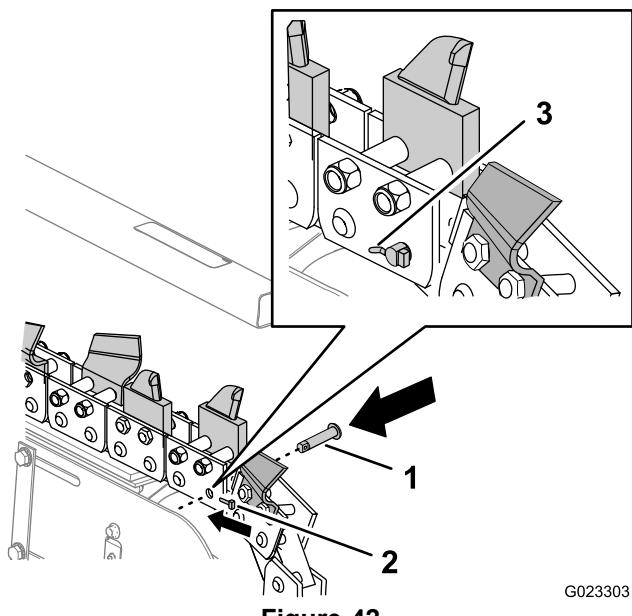

Figure 42
- Faites tourner la chaîne d'excavation jusqu'à ce que la goupille principale soit au sommet de la poulie de tension de l'élinde (Figure 42).
4. Redressez ou coupez le bout de la goupille de sécurité et retirez la goupille (Figure 42).
5. Retirez la goupille principale et son galet (Figure 42).
- 4. Alignez le trou d'un galet de maillon sur les trous des plaques intérieures au bout de la chaîne (Figure 42).
- 5. Alignez les trous dans les plaques intérieures et le galet de la chaîne sur les trous dans les plaques extérieures de l'autre bout de la chaîne (Figure 42).
- 6. Alignez la goupille principale sur le trou de la goupille parallèle aux plaques de la chaîne, en avant de la poulie de tension (Figure 42).
- 8. Insérez la goupille de sécurité dans la goupille principale, en dirigeant sa tête vers la poulie de tension (Figure 42).
- 10. Pliez l'extrémité de la goupille de sécurité de 30° à 45° vers le bas (Figure 42).